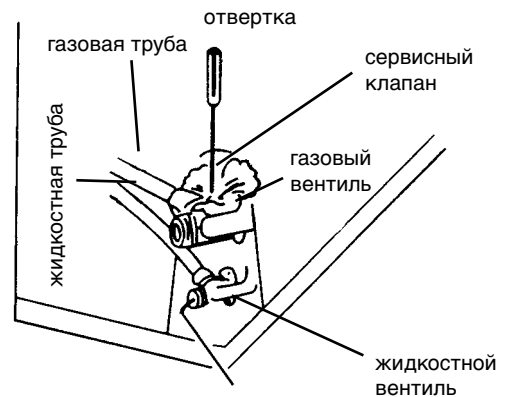

Рис. 9
9. Полностью откройте жидкостный и газовый вентиля (см. рис. 9).